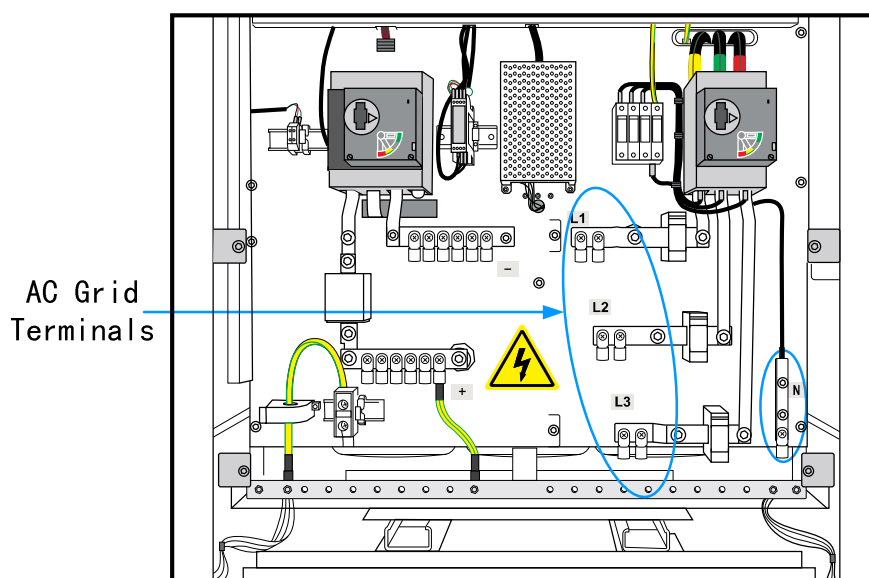

Fig 7-25 Instradamento dei cavi di uscita CA
2. Dirigere i cavi della rete elettrica di linea L1, L2, L3 e Neutro attraverso i fori di ingresso dei cavi verso i terminali CA, vedere Fig 7-25.